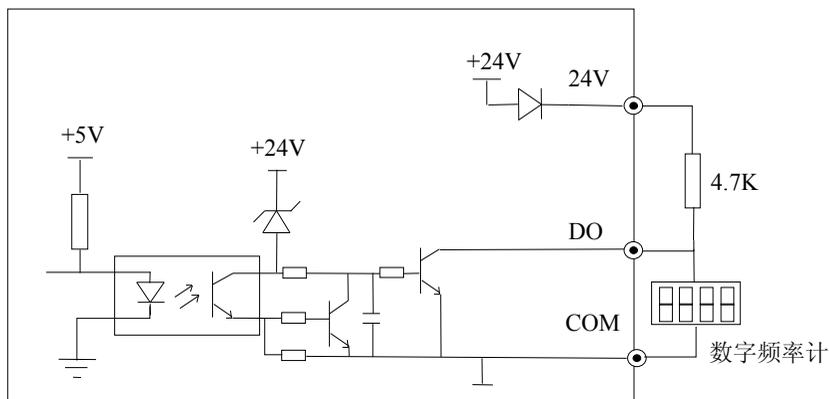

图 2-20 多功能输出端子数字脉冲输出连接方式1
3) 多功能输出端子DO作为数字脉冲频率输出时可使用变频器内部的24V电源, 接线方式请参见图2-20。